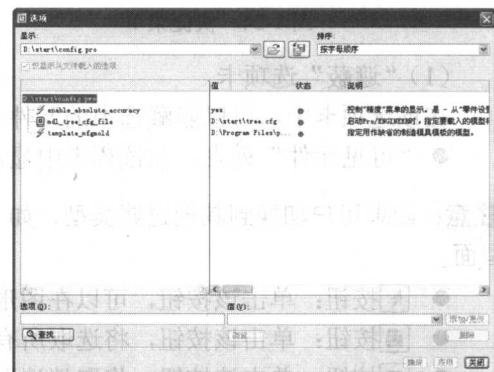

图 1-23 设置选项
- ⑤ 在“选项”文本框中输入“mdl_tree_cfg_file”，并按“Enter键”确认。然后单击[浏览...]按钮，打开“Select File”对话框。
- ⑥ 通过“查找范围”下拉列表框，改变目录到启动目录中（如“D:\start”），并选中“tree.cfg”文件。
- ⑦ 单击该对话框底部的[打开(O)]按钮，返回“选项”对话框。然后单击[添加/更改]按钮，则“mdl_tree_cfg_file”选项及值会出现在“选项”显示选项组中。
- ⑧ 在“选项”文本框中输入“enable_absolute_accuracy”，并按“Enter键”确认。然后单击“值”编辑框右侧的下拉按钮，并在打开的下拉列表中选择“yes”选项。最后单击[添加/更改]按钮，则“enable_absolute_accuracy”选项及值会出现在“选项”显示选项组中，如图 1-23 所示。
- ⑨ 单击该对话框顶部的[另存为]按钮，打开“另存为”对话框。然后接受缺省的文件保存位置（即“D:\start”），并在“名称”文本框中输入文件名“config.pro”。最后单击[OK]按钮，返回“选项”对话框。